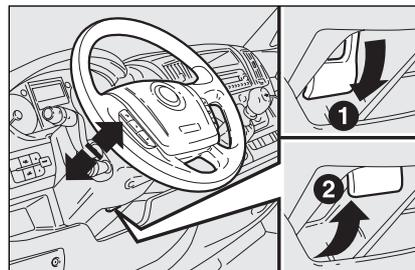

Abb. 32
- den Hebel **A-Abb. 32** durch Zug gegen das Lenkrad entriegeln (Position 2).